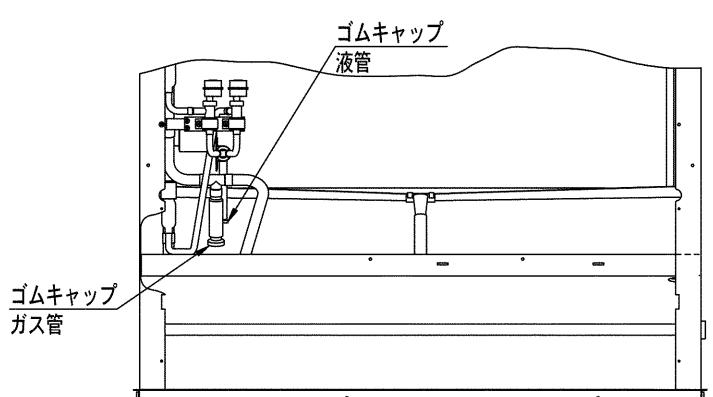

図4
(3) 図4に示すガス管接続部および液管接続部のゴムキャップを取り外し、配管内に封入されている窒素ガスを抜いてください。